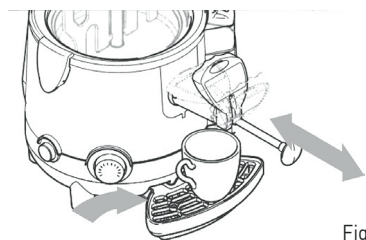

Fig. 1
- Als de warme chocolademelk te langzaam stroomt, wordt aanbevolen de hendel zo ver mogelijk naar buiten te trekken; eventuele verstoppingen in de afgiftelijn kunnen verwijderd worden door de staaf heen en weer te schuiven terwijl u het apparaat op zijn plaats houdt, zoals getoond in Fig. 1